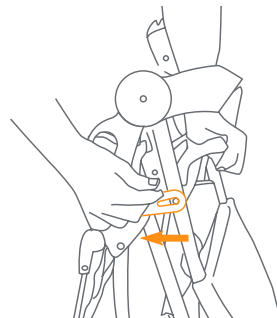

Fig. 25a
25) • Stand the stroller on the ground with all three wheels touching the ground. Remove the fold latch, which is located on the right side (Fig. 25a).
• Apoye el carrito de modo tal que las tres ruedas toquen el suelo. Suelte el pestillo de pliegue, que se encuentra a la derecha del carrito (Fig. 25a).